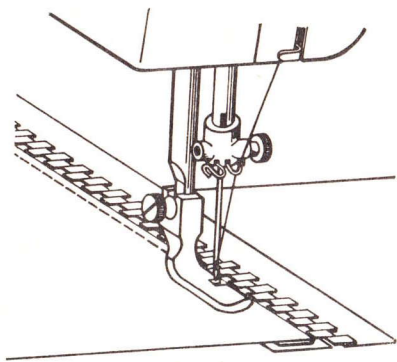

Abb. 55
41. Einnähen von Reißverschlüssen (Abb. 55)